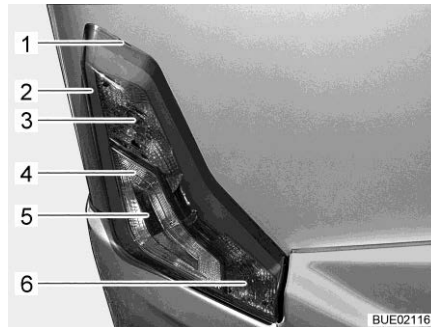

Bild 293 Belysning bak
- Sätt i ett platt verktyg i skåran (Bild 293,1) och lyft av huset försiktigt.